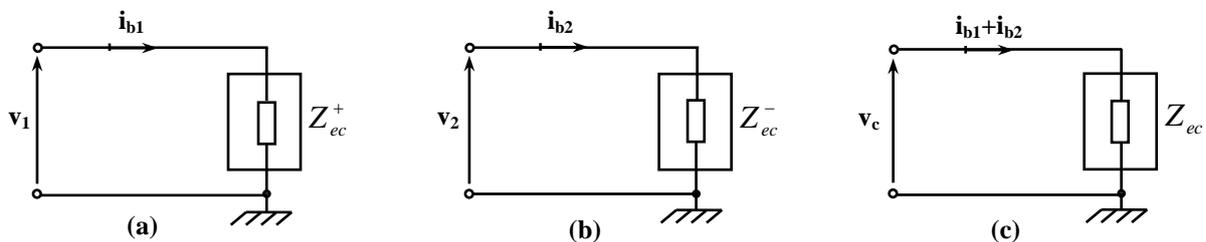

Figure I.6 : Impédance de mode commun
• On peut calculer Z_{ec} , si les entrées sont reliées entre eux et la masse $v_1 = v_2 = v_c$ (fig.I.6.c).